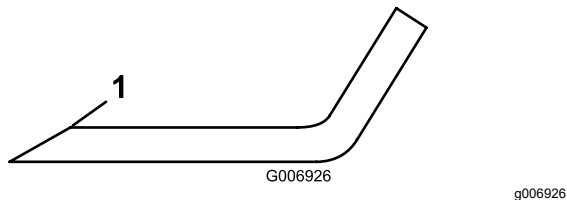

Figura 78
l'angolo di taglio originale per garantire l'affilatezza (Figura 78).
6. Se smussato o scheggiato, affilate soltanto la parte superiore del tagliente e mantenete l'angolo di taglio originale (Figura 78).